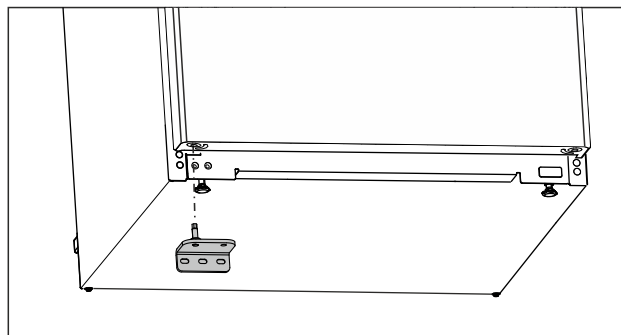

Fig. 25
- ▶ Insertar el soporte del cojinete en el lado opuesto. (consulte Fig. 25)